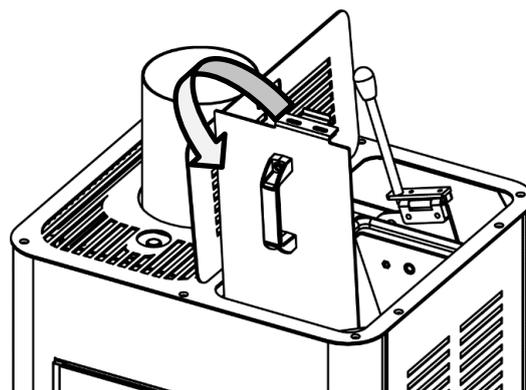

Fig. 11
- Aprire il coperchio del serbatoio (fig.11).